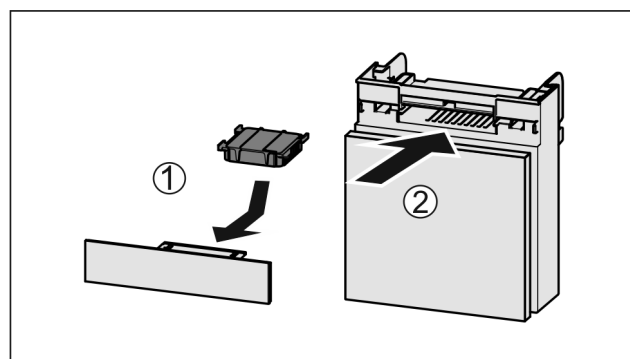

Fig. 92
- ▶ Inserire il vano Fig. 92 (2).